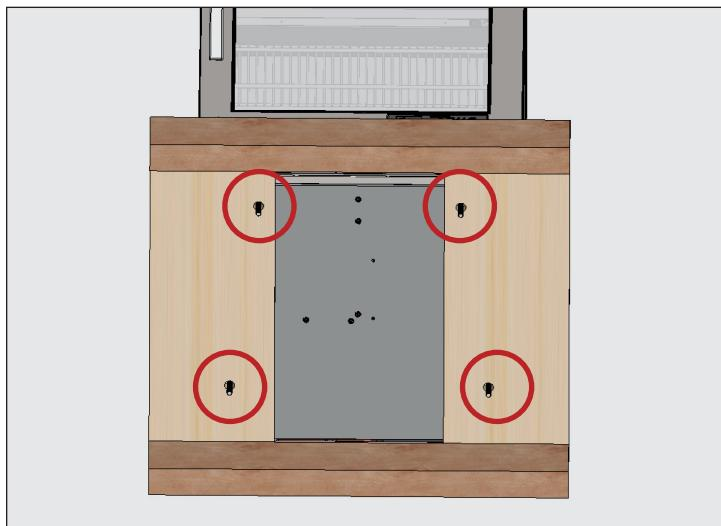

Рис. 2. Местонахождение болтов крепления к подставке.
- С помощью разводного ключа снять все транспортировочные болты, которыми деревянная подставка крепится к днищу устройства. См. рис. 2.